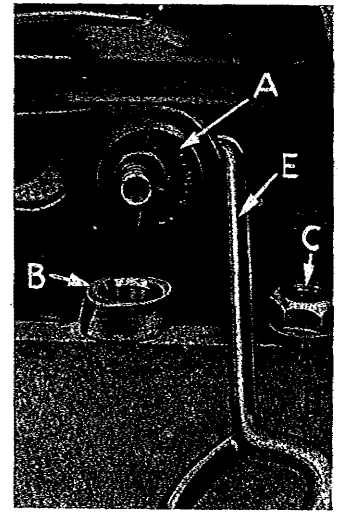

Fig. 11
Die Stichtlänge wird durch den verwendeten Transportexzenter bestimmt. Die Maschinen in diesem Katalog sind normalerweise mit dem Exzenter A 10025 B-4 ausgerüstet. Beim Einbauen des Exzenters ist darauf zu achten, daß die Nabe und Ölnot nach links bzw. nach außen liegen (A, Fig. 11). Die schräge Seite des Distanzrings (B) muß auch nach links bzw. nach außen liegen, so daß der Freistich im Distanzring auf der Nabe des Exzenters liegt d. h. nach außen.